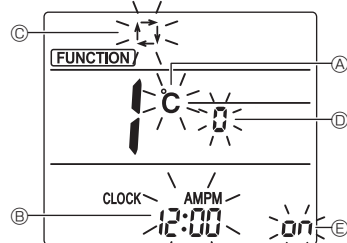

Fig. 5-11
Se visualizará la pantalla de configuración de la visualización de Pantalla. (Fig. 5-11)
5.12.2. Cambiar la unidad de temperatura (Fig. 5-11 Ⓐ)
- Pulse el botón **TEMP** ⑤.
- Cada vez que pulse el botón **TEMP** ⑤, el ajuste cambiará de **C** a **F**.
5.12.3. Cambiar la visualización de la hora (Fig. 5-11 Ⓑ)
- Pulse el botón **TIME** ⑥.
- Cada vez que pulse el botón **TIME** ⑥, el ajuste cambiará de **12:00** a **24:00**.
5.12.4. Cambiar el modo AUTO (Fig. 5-11 Ⓒ)
- Pulse el botón **MODE** ⑦.
- Cada vez que pulse el botón **MODE** ⑦, el ajuste cambiará de **1** a **2**.
5.12.5. Cambiar el N.º de par (Fig. 5-11 Ⓓ)
- Pulse el botón **MENU** ④.
- Cada vez que pulse el botón **MENU** ④, cambia el N.º de par 0-3.